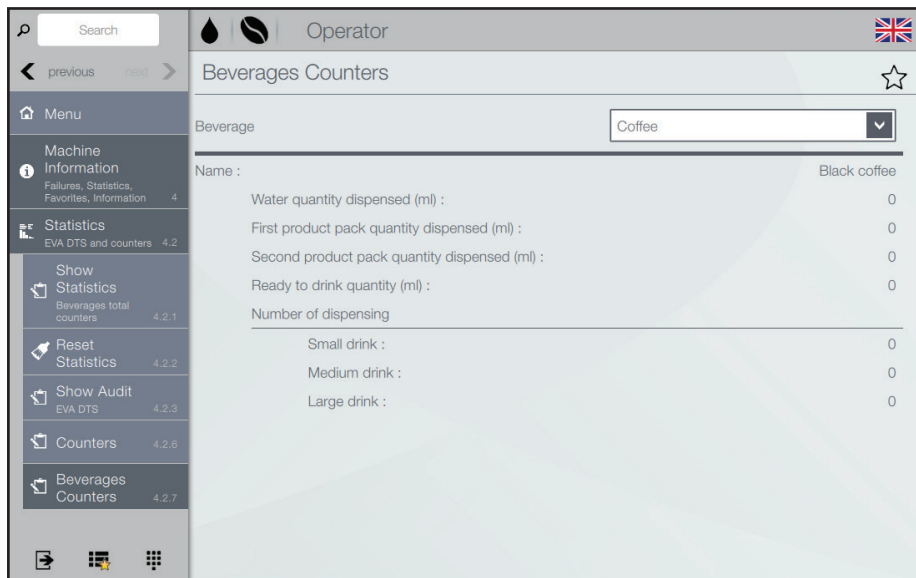

Fig. 6.15- Contadores de bebidas
- Tocar el menú a cascada "Bebida" para seleccionar la bebida seleccionada (fig. 6.15).